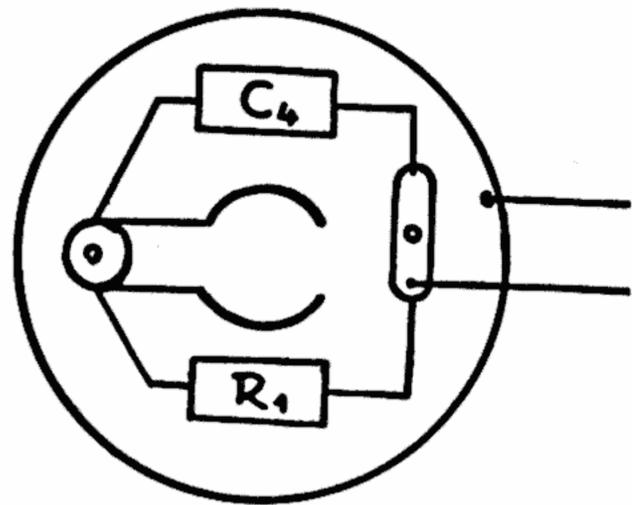

Abbildung 4
Alle gelieferten Teile sind weitestgehend so vorbereitet, daß praktisch nur Löt- und Schraubarbeiten gemacht zu werden brauchen. Die Kassette und das Chassis werden fertig gebohrt geliefert. Alle schwierigen Arbeiten fallen deshalb damit fort. Für die Schaltung des Gerätes wird ein Bauplan mitgeliefert (Abbildung 4), aus dem jeder ohne besondere Kenntnisse im Lesen von Zeichnungen die Schaltung ausführen kann. Die Werte von Kondensatoren und Widerständen können aus der Stückliste (Tabelle 2) im Vergleich mit dem Schaltbild oder aus dem Bauplan entnommen werden. Einige allgemeine Hinweise für d. Schalten: Streiche jede ausgeführte Verbindung im Bauplan ab!
1. Gitterkappe für die Röhre 1 (Universalkappe): Einlöten von R 1 und C 4, der Zuleitung u. der Masseleitung. Nur Litze verwenden (Abb. 4).